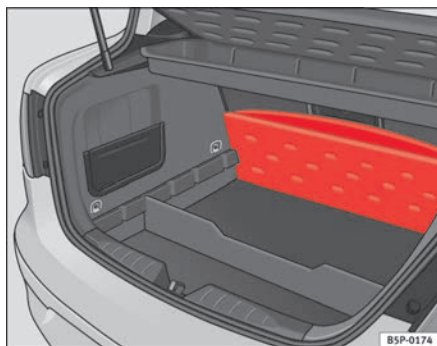

Fig. 105 Tapa maletero plegable
- Levante el piso del maletero y pliégelos hacia atrás, hasta su totalidad ⇒ fig. 105.